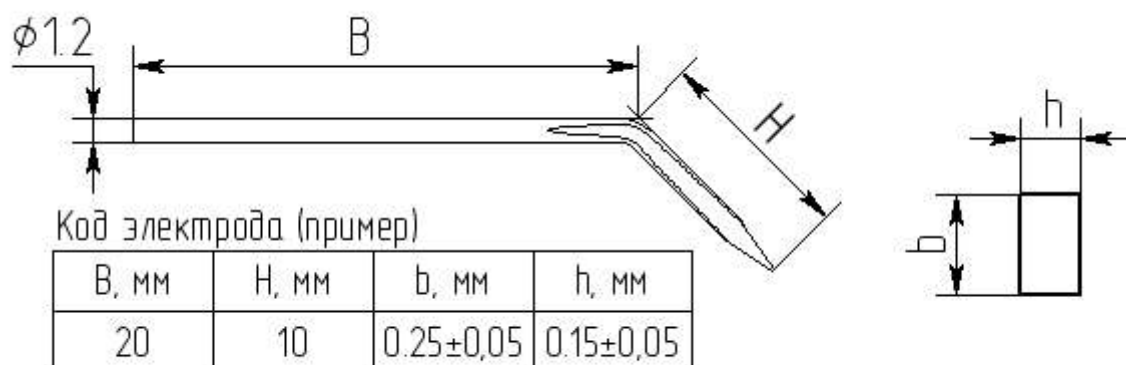

Рис. 2. Инструмент с установленной перемычкой.
1.3.2 Вид инструмента с установленной перемычкой показан на рис. 2